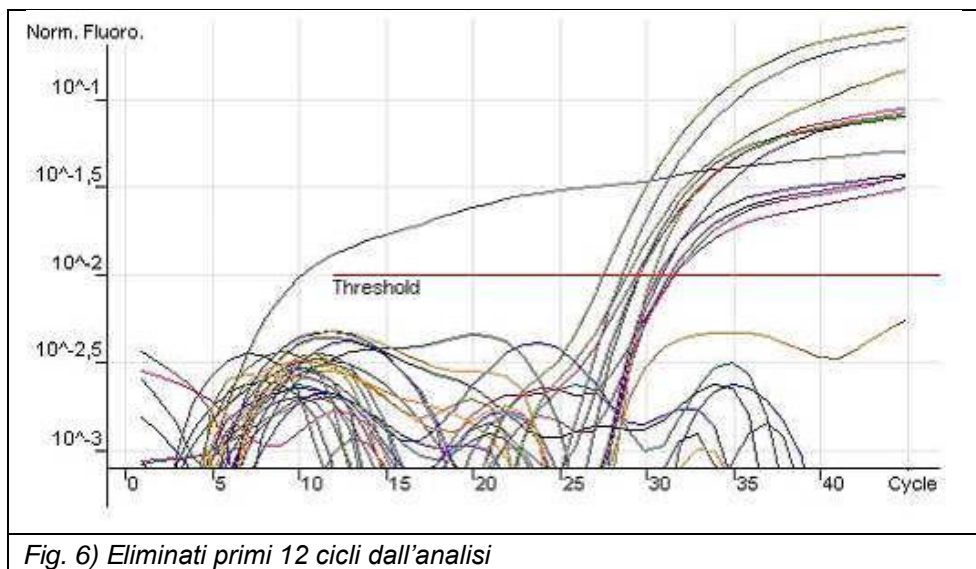

Fig. 6) Eliminati primi 12 cicli dall’analisi
- Inserire nella finestra “Threshold” il valore 0,01 e, se necessario, eliminare i primi 10-12 cicli: l’intersezione tra la linea di soglia e la curva del campione rappresenta il Ciclo soglia (Ct) (fig. 6).